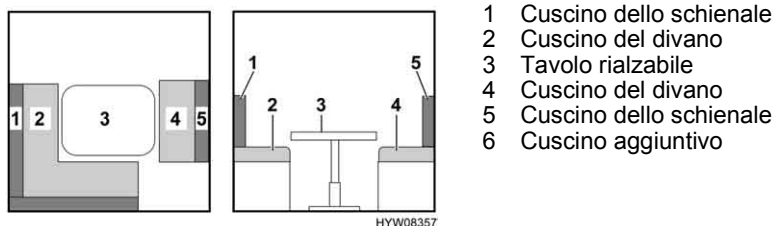

Fig. 94 Prima della trasformazione
- Mediante i meccanismi di regolazione longitudinale e trasversale, allineare il tavolo rialzabile (Fig. 94,3) al centro tra i sedili (vedi paragrafo 6.8).